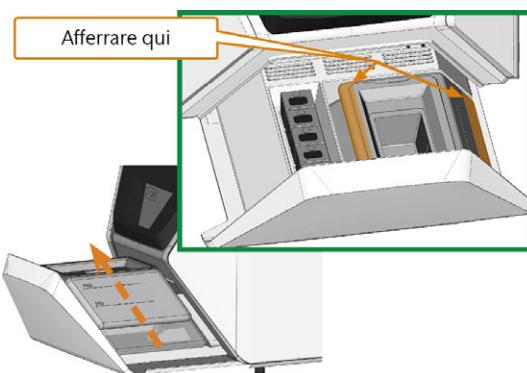

FIG. 36 RIMOZIONE DEL SERBATOIO DEL REFRIGERANTE DAL CASSETTO MULTIUSO.
5. Afferrare il serbatoio del refrigerante nelle posizioni indicate nella figura seguente. Estrarlo dal cassetto nella direzione indicata dalla freccia (Fig. 36 sotto).